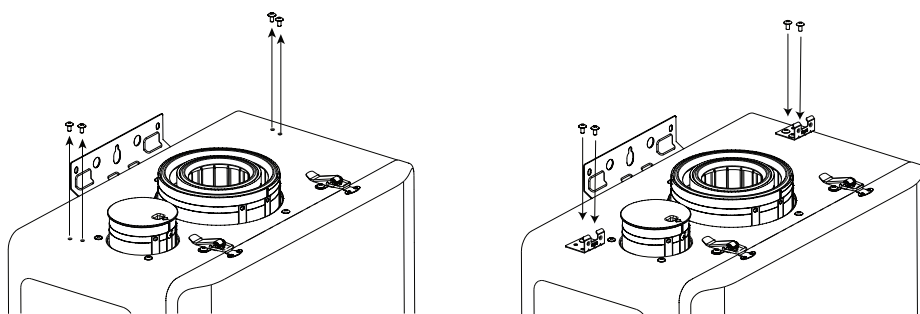

Fig. 1
1. Rimuovere le quattro viti sulla parte superiore dello scaldacqua e utilizzarle per fissare le due staffe di montaggio fornite con l'adattatore REU-OVC (Fig. 1).